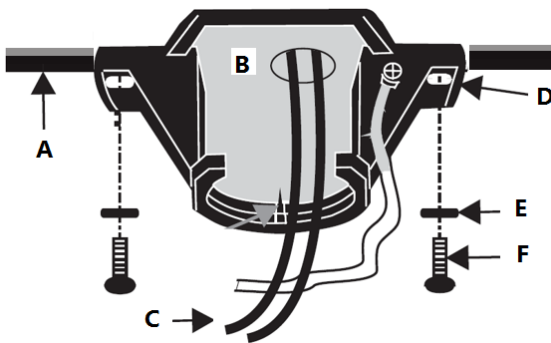

Fig. 7
Pase los cables de alimentación (C) desde la caja de salida del techo (B) a través del centro de la abrazadera de suspensión del techo (D). Instale la abrazadera de suspensión para techo (D) en la caja de salida (B) con los tornillos de montaje (F) suministrados con la caja de salida y las arandelas (E) suministradas con el ventilador. **Fig. 7**